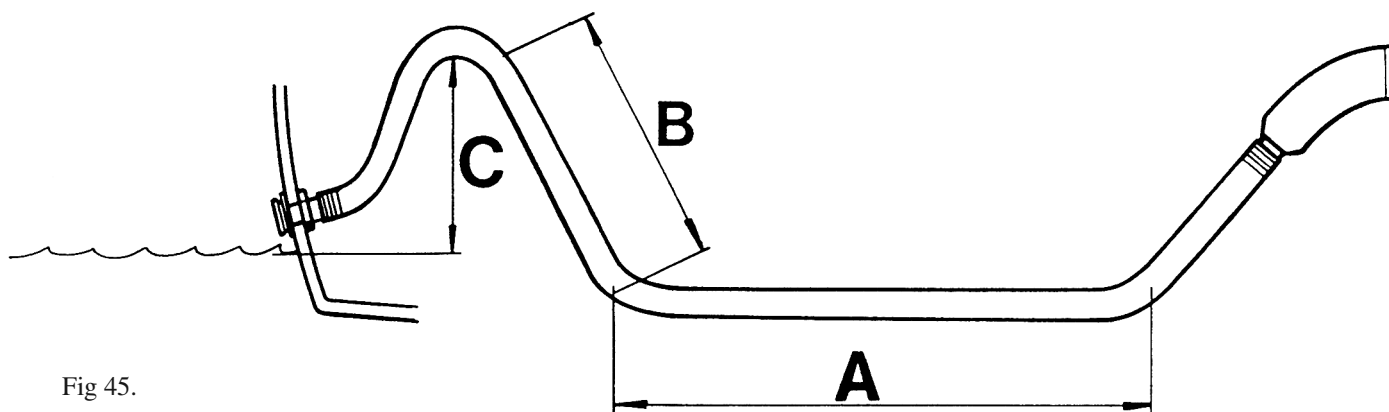

Fig 45.
5. Montera avgasledningen och klamma fast den flexibelt. För att hindra vatten att tränga in bakvägen skall sista delen av avgasledningen dras upp i en krök som når minst 350 mm ("C" fig 45) över vattenytan då båten är belastad. Installeras avgasledning utan ljuddämpare bör ett mellanrör med avtappningskran monteras i ledningens lägsta punkt.
Volymen i den del av ledningen som är markerad "A" fig 45 skall vara större än volymen i ledningen "B".